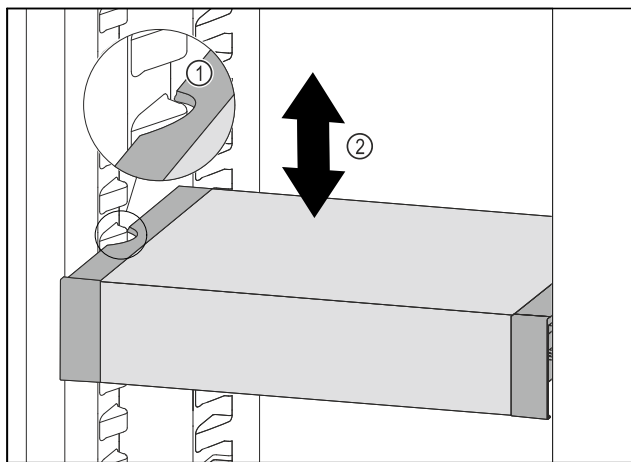

Fig. 90
- ▶ Táhněte VarioSafe dopředu, dokud nebudou boční vybrání VarioSafe na úrovni žebrování na nádoby v chladniče. Fig. 90 (1)
- ▶ Posouvejte VarioSafe v chladniče nahoru nebo dolů, dokud nedosáhnete požadované výšky. Fig. 90 (2)